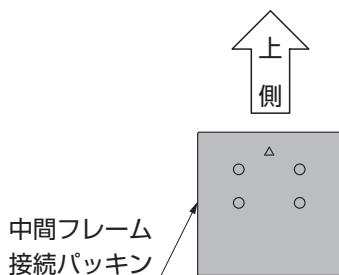

図1-5
- ② 中間フレーム接続パッキンを下穴に合わせてフレームに貼付けてください。(図1-5参照)